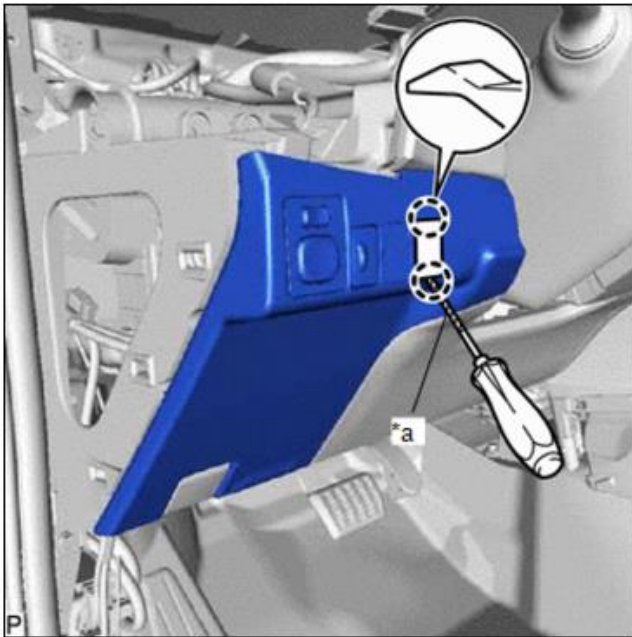
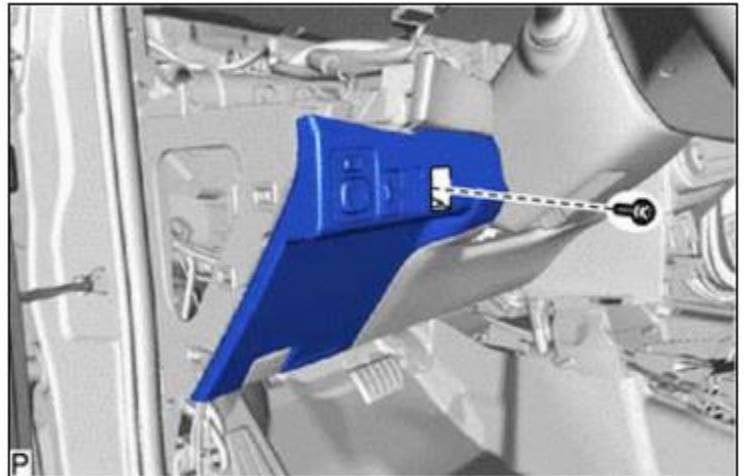

FIG.1
FIG. 2
- Remove cover per Fig.1 and bolt per Fig.2